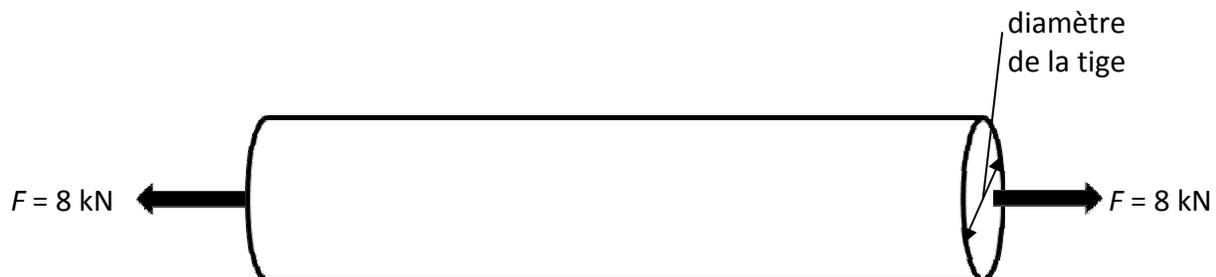
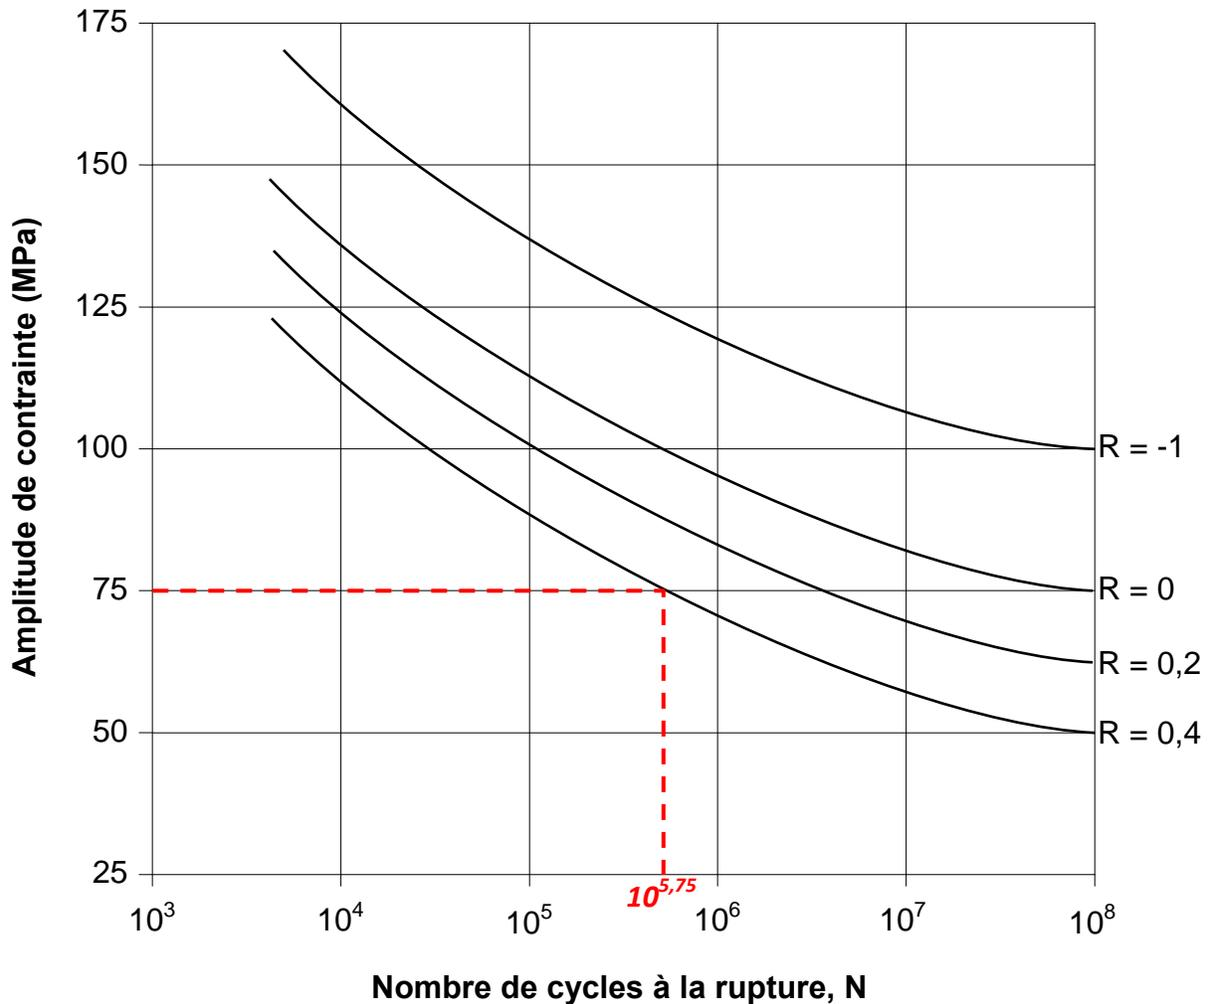

Figure 2 : Schéma simplifié des efforts que doit supporter l'essieu.
Figure 3 : Courbes d'endurance qui caractérisent l'alliage B.
- a) Pour les planches à roulettes pour enfants, il faut choisir l'option la moins coûteuse entre l'alliage A et l'alliage B. Le critère mécanique à respecter est de n'avoir aucune déformation plastique. Pour vous aider à choisir, les sollicitations de l'essieu sont simplifiées par le dessin de la Figure 2. Le diamètre extérieur de la tige peut varier de 10 mm à 5 mm à condition bien évidemment de respecter le critère mécanique. Choisissez l'alliage qui permettra la fabrication la plus économique et donnez le diamètre minimum que devra avoir la tige pour cet alliage particulier. Justifiez vos réponses par des calculs. (3 points)
- b) Pour les planches à roulettes vouées aux sports extrêmes l'essieu doit absolument avoir 10 mm de diamètre. Il ne doit pas se rompre ni se déformer plastiquement lorsqu'il est soumis à une force de 8 kN (Figure 2). De plus, des égratignures d'une profondeur de 3 millimètres ne doivent pas compromettre son intégrité mécanique. Quel alliage d'aluminium (A ou B) recommandez-vous d'utiliser pour fabriquer les essieux de haute résistance ? Faites l'hypothèse que les égratignures sont comparables à des fissures caractérisées par un facteur géométrique, α , de 1,15. Justifiez votre choix par des calculs. (3 points)
- c) Les sollicitations mécaniques que subissent les essieux sont plus complexes que celles schématisées à la Figure 2. De la flexion fait en sorte que la sollicitation est plutôt caractérisée par une contrainte cyclique qui oscille entre 100 MPa et 250 MPa. En utilisant ces nouvelles données mécaniques ainsi que la courbe d'endurance de la Figure 3, combien d'heures d'utilisation pourrait supporter un essieu fabriqué en **alliage B** avant qu'il y ait rupture par fatigue ? Faites l'hypothèse qu'il n'y a pas d'égratignures de surface. Considérez que l'essieu est soumis à 1 cycle de chargement par minute. Justifiez votre réponse par des calculs. (4 points)
Sur le graphique de la figure 3, on fait une lecture de l'abscisse sur la courbe $R = 0,4$ avec pour ordonnée 75 MPa. On obtient :